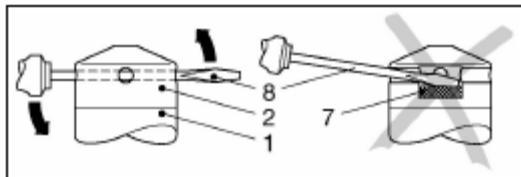

Рисунок 1. Снятие защитной крышки (заглушки) погружного датчика.
2.4.3. Датчик имеет предохранительную крышку (заглушку), препятствующую механическому повреждению мембранны. В случае необходимости, например, при измерении давления вязких сред, очистке и осмотре датчика, заглушка может быть удалена (см. Рис. 1). Заглушка (2) снимается при помощи отвертки (8), просунутой через два противоположных отверстия заглушки, при этом, следите за тем, чтобы не повредить мембранны (7).